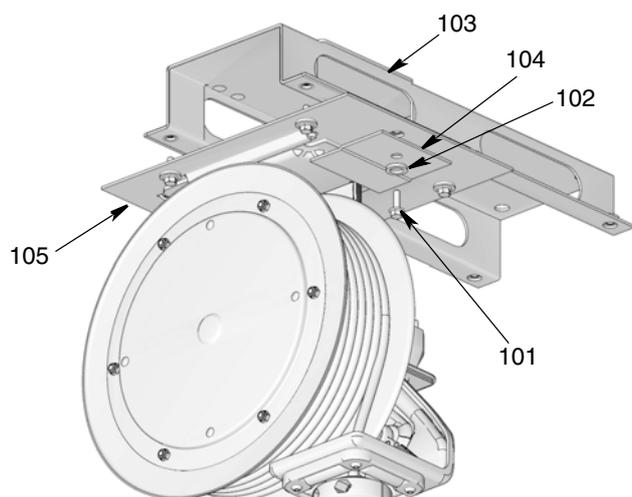

FIG. 8
2. Usare il profilato base (FIG. 8 - 103) per disporre la posizione dei fori di montaggio prima di eseguire i fori.
4. Installare il profilato base (103) e la piastra base (105) come mostrato in FIG. 8.
5. Far scorrere la bobina per cavi nella base della bobina (105) e installare la piastra di tenuta (104), la rondella (102) e la vite (101). Stringere la vite con fermezza (FIG. 8). **Assicurarsi che sia fissata prima di abbassare l'elevatore.**
3. (FIG. 8, pagina 11): Far scorrere la bobina per cavi nella base della bobina (105) e installare la piastra di tenuta (104), la rondella (102) e la vite (101). Stringere saldamente la vite.